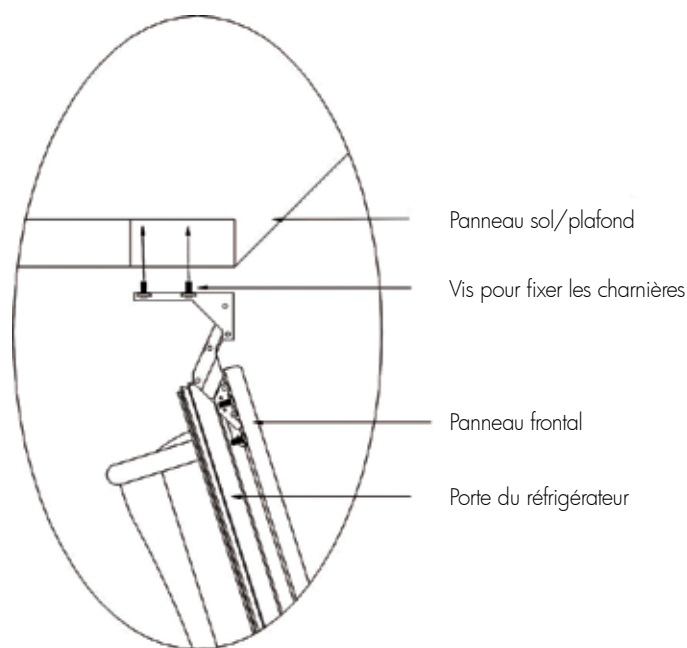

Fig 5
8.4. Montage des panneaux décoratifs frontaux (voir figures 5, 6 et 8)
3. Porte du réfrigérateur. Tout d'abord, dévissez les vis des charnières qui se trouvent dans le sol et le plafond du côté choisi pour accueillir les charnières à l'aide de la clé Allen fournie. Ouvrez les charnières qui sont montées sur la porte du réfrigérateur. Laissez la porte en position ouverte pendant que vous vissez les charnières au sol et au plafond (ne serrez pas complètement). Voir fig. 5